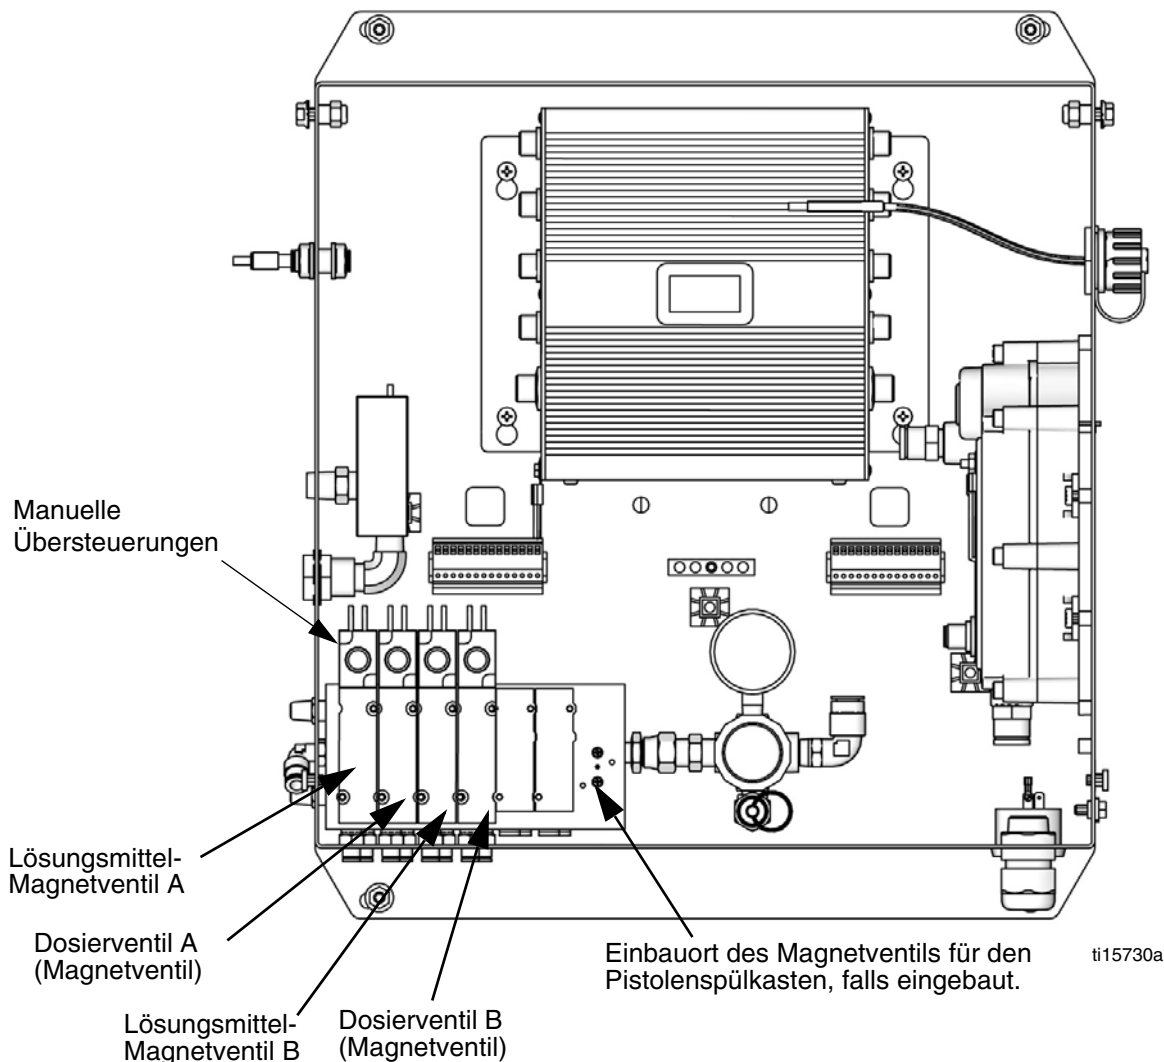

ABB. 19. Magnetventile im Steuerkasten
7. Die Abdeckung der Steuereinheit abnehmen, um Zugang zu den Magnetventilen zu erhalten. Siehe **ABB. 19**.
- Während die Handsteuerungstaste der Pistole betätigt wird, die manuelle Übersteuerung an den Dosier- und Lösungsmittel-Magnetventilen A und B drücken, um den Druck abzulassen. Siehe ABB. 19. Überprüfen, ob der Materialdruck auf 0 reduziert wurde.